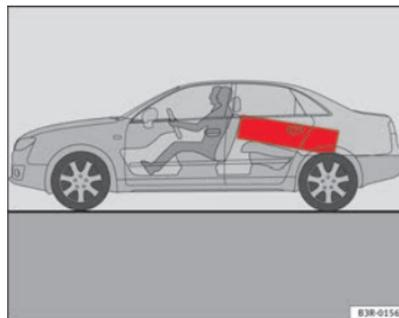

Fig. 115 Los objetos pesados deberían transportarse lo más adelante posible. ►
- Los objetos pesados deberían transportarse lo más adelante posible ⇒ página 147, fig. 115.